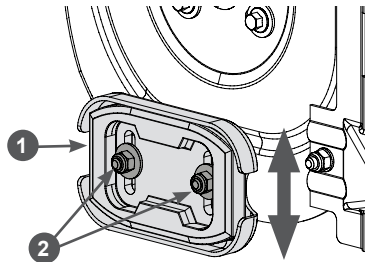

Рис. 19. Регулировка высоты забора снега
2. Открутите гайки 2 крепления ползков на 1-2 оборота и установите ползков на необходимую высоту (Рис. 19). Снова затяните гайки.